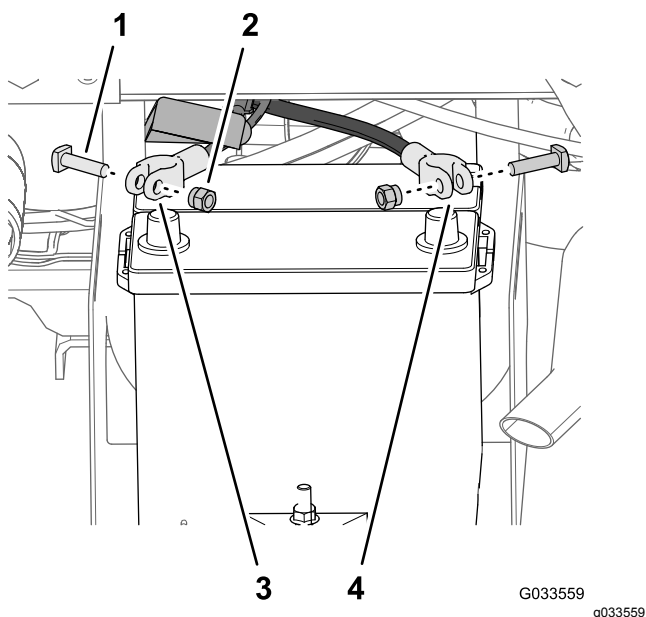

Figura 27
1. Retire os parafusos em T e as porcas das braçadeiras dos cabos da bateria positivos e negativos (Figura 27).